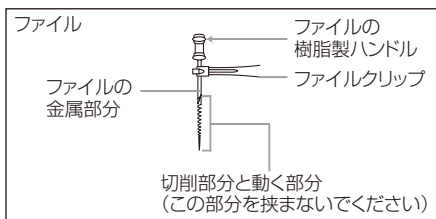

図21
- ファイルクリップでファイルを挟む時は、金属部分の上部を挟んでください。下部(刃部または動く部分)を挟むと、金属部分や樹脂部分が摩耗します(図21)。